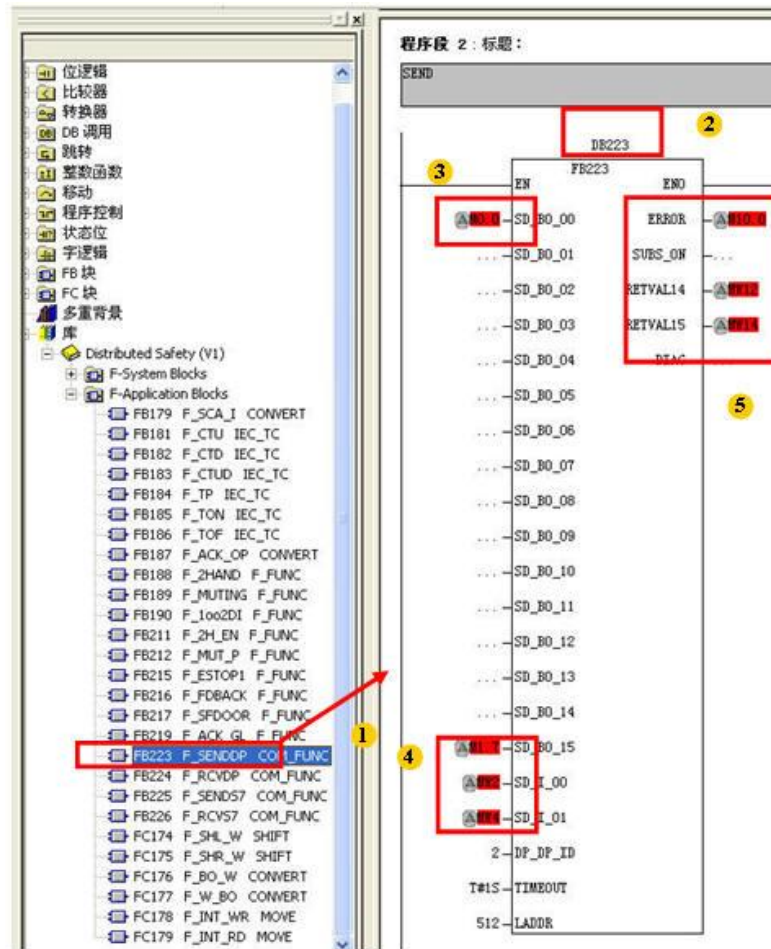

图 2-23 发送块程序
- 4) 调用 FB223 数据接收功能块。照图填写。注意：F 程序，必须先接收，再发送，即网络 1 为接收功能块，如图 2-23